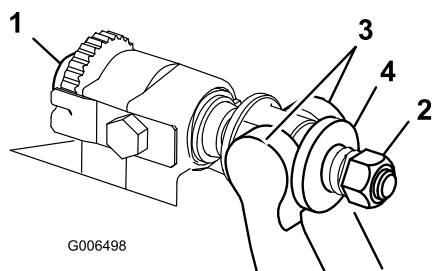

Figure 25
1. Tournez les vis de réglage de la barre d'appui dans le sens anti-horaire pour éloigner la contre-lame du cylindre (Figure 25).
2. Faites sortir l'écrou de tension du ressort jusqu'à ce que la rondelle ne soit plus tendue contre la barre d'appui (Figure 25).